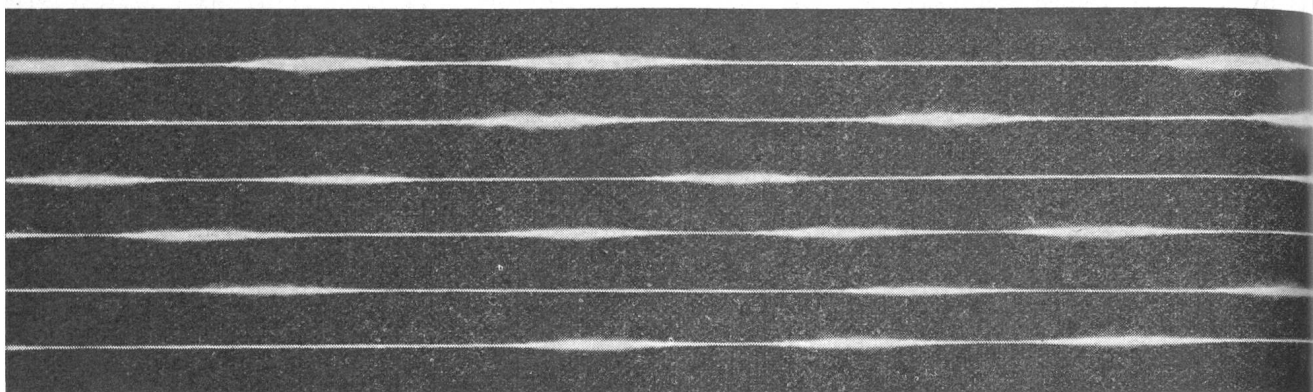

Abb. 1
- Schnittfreie Effektgarne (Abb. 1)